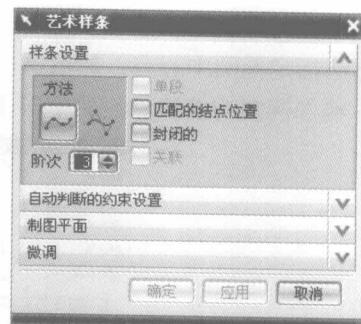

图 1-26 【艺术样条】对话框
STEP 2 单击【草图工具】工具条上的 按钮，系统弹出【艺术样条】对话框，如图 1-26 所示。选择艺术样条的创建方法：【通过点】 或【根据极点】。在此例中，选择【通过点】，其他参数使用默认值。